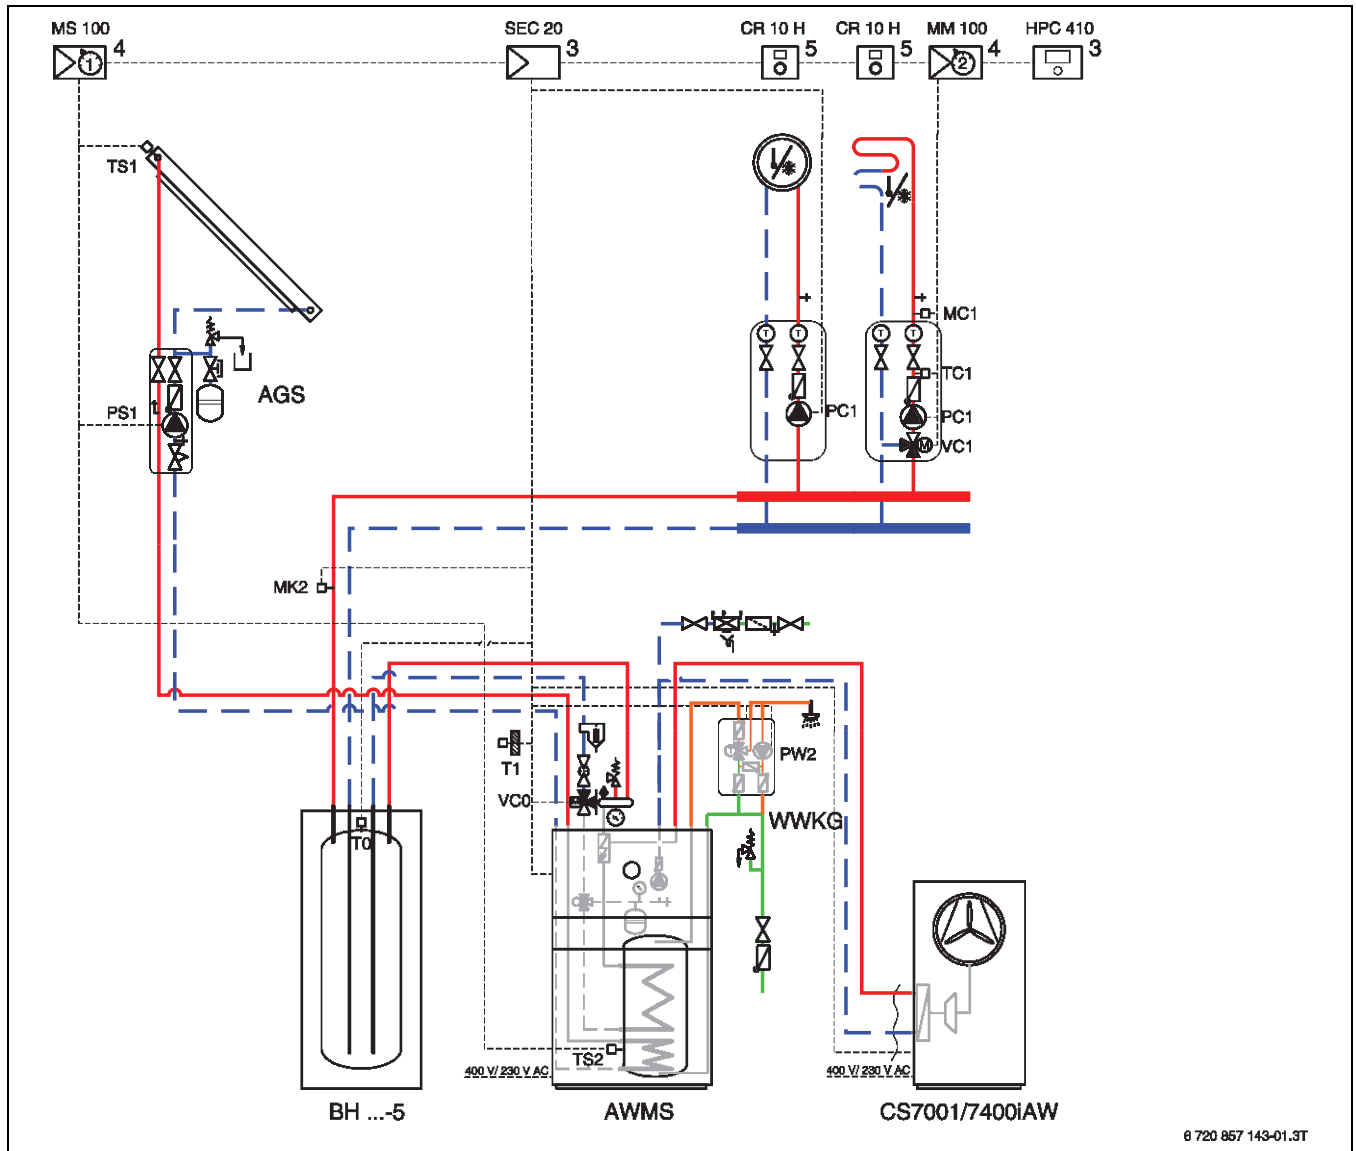

Bild 13 Anlagenschema mit Regelung (unverbindliche Prinzipdarstellung)
- Zur Trennung zwischen Erzeuger- und Verbraucher- Kreis ist ein Bypass (im Lieferumfang des AWMS enthalten) zwischen Vor- und Rücklauf erforderlich, um den Mindestvolumenstrom bei geringer Abnahme im Heizkreis sicherzustellen. Alternativ kann auch ein Pufferspeicher verwendet werden (→ Bild 13).